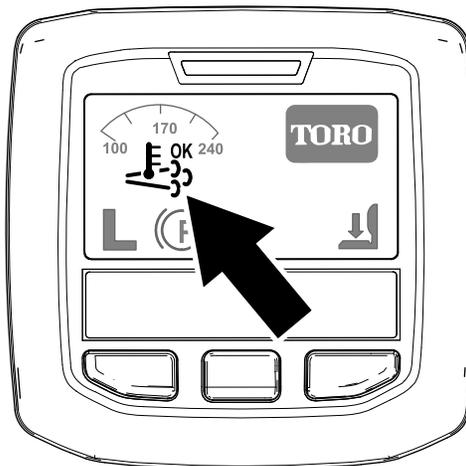

Рисунок 29
- Значок активной регенерации / регенерации со сбросом отображается на дисплее инфо-центра (Рисунок 29).